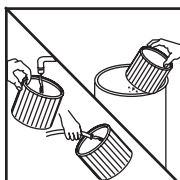

FIGURE 25, 26
36. Pour nettoyer la cartouche filtrante, la secouer ou enlever la poussière avec un pinceau ou une brosse, puis la rincer à l'eau (de l'intérieur vers l'extérieur). La laisser complètement sécher (environ 24 heures) avant de la réutiliser. **FIGURE 25, 26. REMARQUE :** Si la cartouche filtrante a été utilisée pour aspirer des déchets humides, la nettoyer et la laisser sécher avant de la réutiliser pour aspirer des déchets secs.